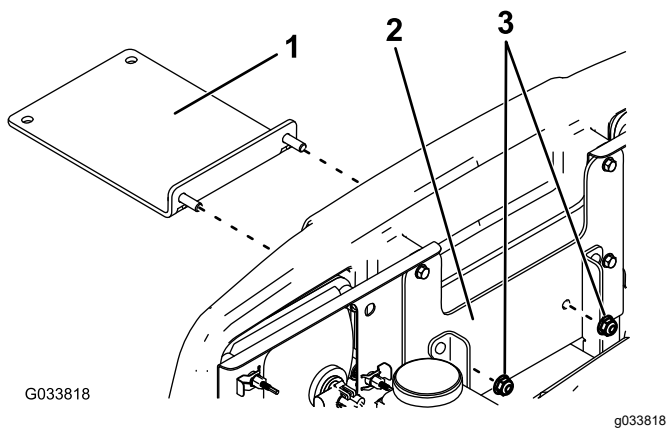

図 2
1. バンパーを通して長いマウントブラケットアセンブリを取り付ける **図 2**.
3. **図 2**に示すように、ナット (5/16") 2個を使ってバンパーマウントブラケットを固定する。